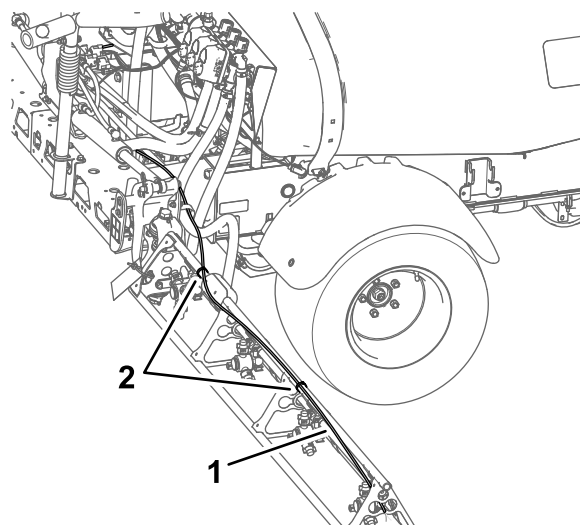

Figura 20
1. Retire las bridas que sujetan los tubos de líquido y aire del kit de marcador de espuma a la sección de fumigación exterior (Figura 20).